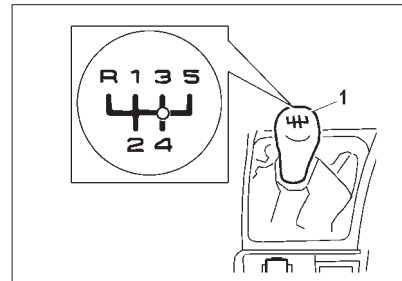

Рис. 51. Рычаг переключения передач
«0» (рис. 51) – нейтральное положение.
**Рис. 51а. Рычаг переключения передач в механической коробке передач (в варианном исполнении)**